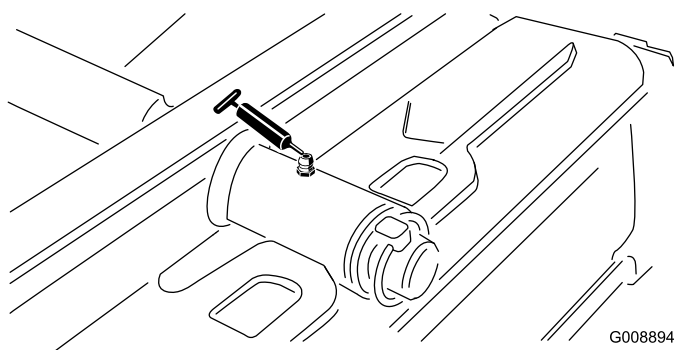

Figure 33
- Pivot d'unité de coupe arrière (Figure 33)